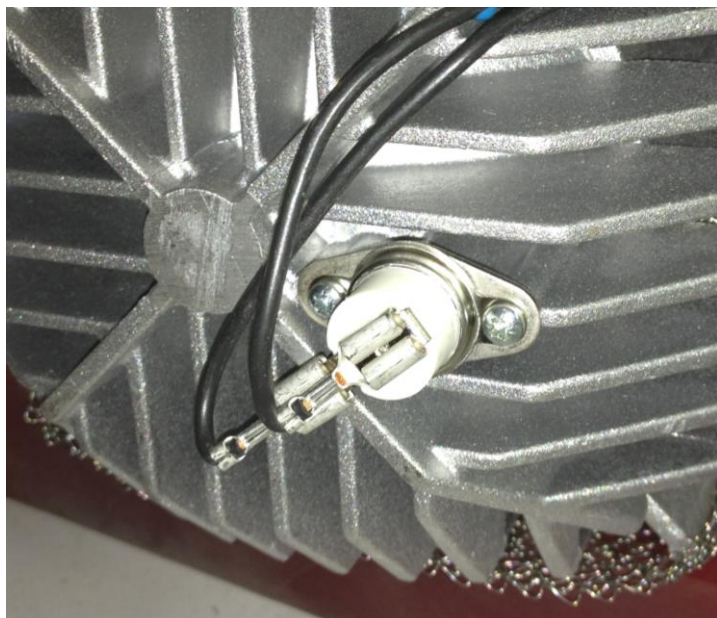

Рис.7 – Датчик перегрева
Датчик перегрева (рис.7) служит для контроля температуры нагрева теплообменника. При достижении теплообменником температуры свыше 250 °С происходит выключение отопителя. Поводом для замены может служить отключение отопителя при температуре теплообменника ниже 250°С или по причинам, указанными в таблице 2.
5. Проверьте БУ. Замкните между собой контакты проводов, идущие от БУ к датчику перегрева (рис.7а), запустите отопитель.
Рис.7а – Замкнутые провода
В случае неустранения неисправности ИП проверьте полярность его подключения (провод с черной меткой соединен с контактом разъема БУ, помеченным черной точкой, рис. 7б). Для проверки правильности установки метки на проводе проверьте контакты магнитом. Контакт провода с черной меткой магнитится.